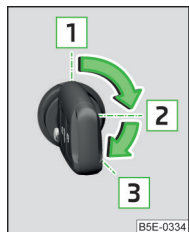

Fig. 102
» fig. 102
- Girar la llave a la posición **1** » fig. 102 de la pág. 100.